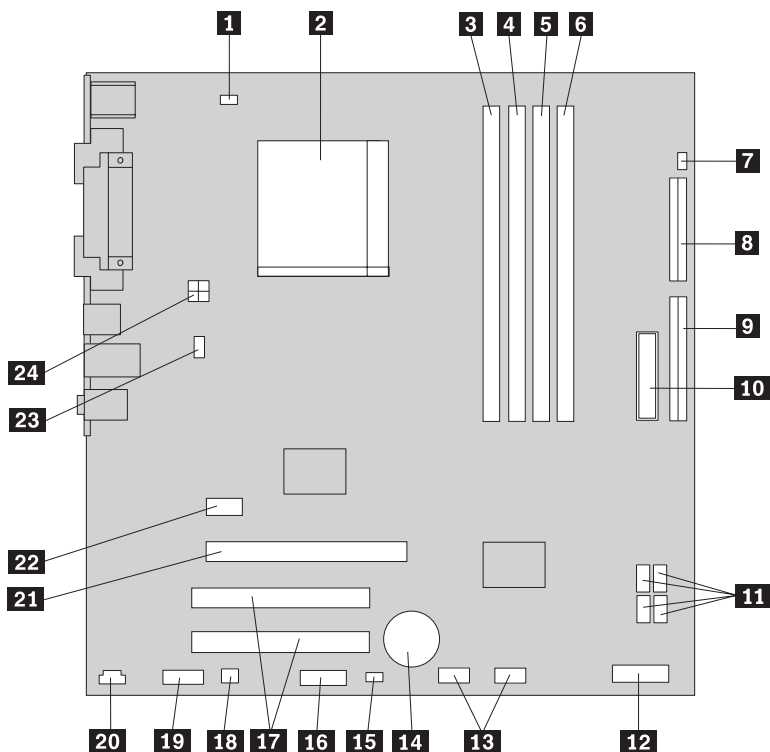

Figura 4. Ubicaciones de las piezas de la placa del sistema
Figura 4 muestra las ubicaciones de las piezas en la placa del sistema en algunos modelos de sistema.
4. Localice los conectores de memoria. Consulte el apartado Figura 4 en la página 8.